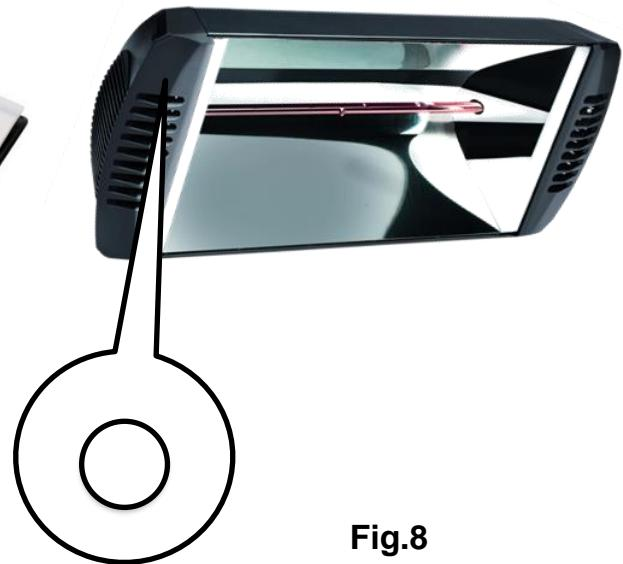

Fig.8
- La LED bleue du chauffage s'éteint pour confirmer que l'opération de mémorisation a été effectuée. Fig.8